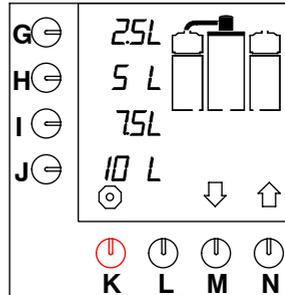

Fig. 8 Schermo iniziale
- Si accende la spia luminosa dell'interruttore. Sullo schermo vengono visualizzate le impostazioni standard, vedere fig. 8 .